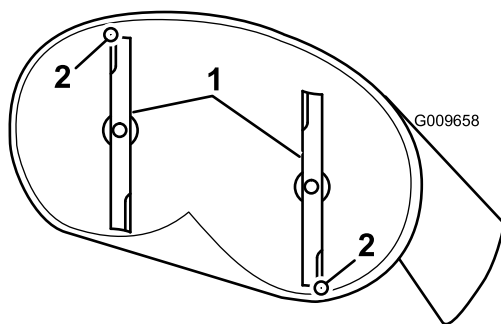
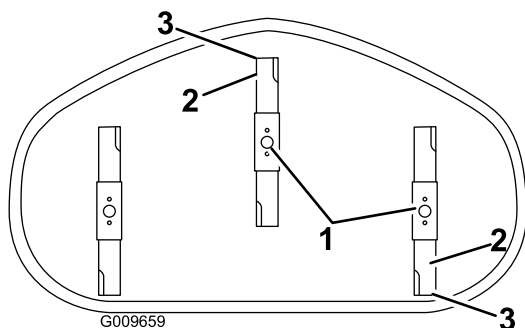

Bild 64
Bild 65
4. Drehen Sie die Messer vorsichtig, sodass sie in Längsrichtung zeigen (Bild 64 und Bild 65).
5. Messen Sie zwischen der Messerspitze vorne und hinten und der ebenen Oberfläche (Bild 64 und Bild 65). Stellen Sie die vordere Sicherungsmutter ein, wenn die vordere Schnittemesserspitze nicht um 1,6–7,9 mm tiefer liegt als die hintere.
8. Prüfen Sie noch einmal die Neigung in Längsrichtung. Stellen Sie die Mutter ein, bis die vordere Schnittemesserspitze um 1,6–7,9 mm tiefer liegt als die hintere Spitze (Bild 64 und Bild 65).